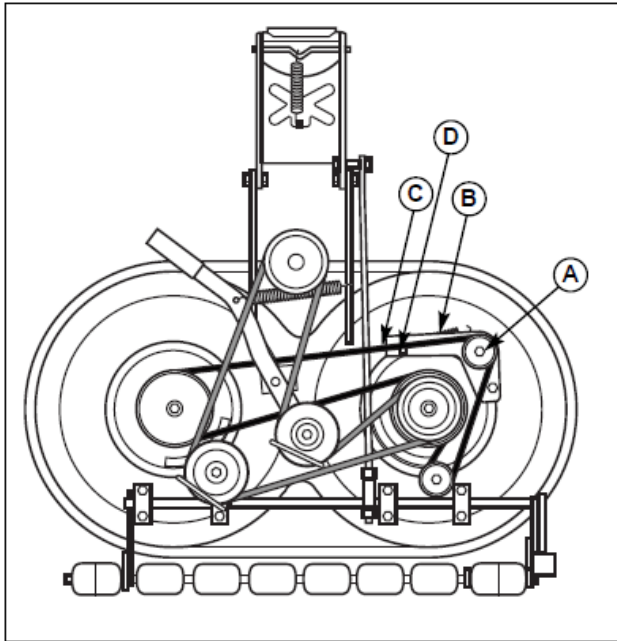
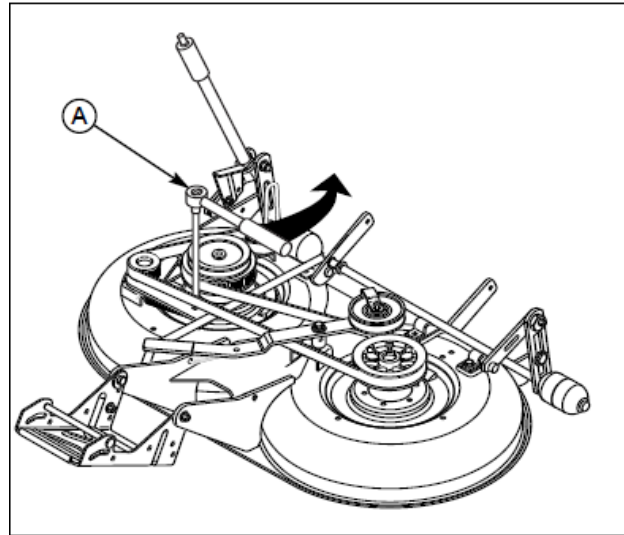

図 46 マルチングデッキ(ベルトカバー外した状態)
図 47 歯付ベルトテンションの緩め
3. アイドラ Assy キャップスクリュ（図 46 の A）を緩めてください。
4. ラチェット（図 47 の A）を使って、エクステンションの端を角穴（図 46 の D）に挿入して、ベルト(C)の上で張力を軽減するために、よりアイドラ Assy（図 46 の B）を動かしてください。